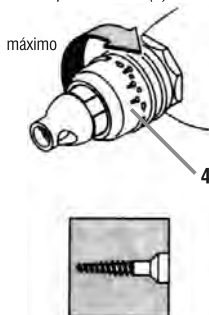

fig.3 – ajuste para que el tornillo entre más en el material
Para que el tornillo entre más en el material gire el regulador de profundidad (4) en sentido anti-horario conforme fig. 3.